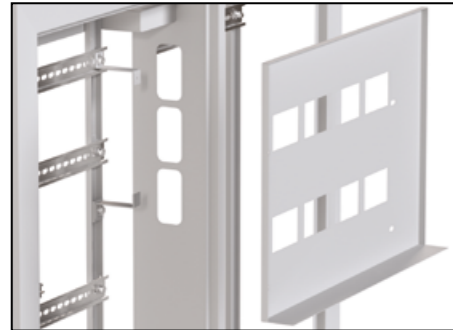

Рис. 12
1.1. Открутите саморезы, что держат фальшпанель (рис. 12) при помощи крестовой отвертки, извлеките его. Саморезы сохраните.